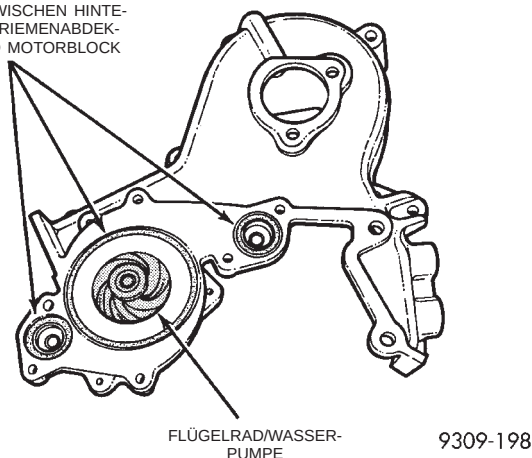

Abb. 40 O-Ringe der Wasserpumpe/Rechte Zahnriemenabdeckung
(6) Hinter der rechten Zahnriemenabdeckung befinden sich O-Ringe für die Verbindungen zur Wasserpumpe (Abb. 40).